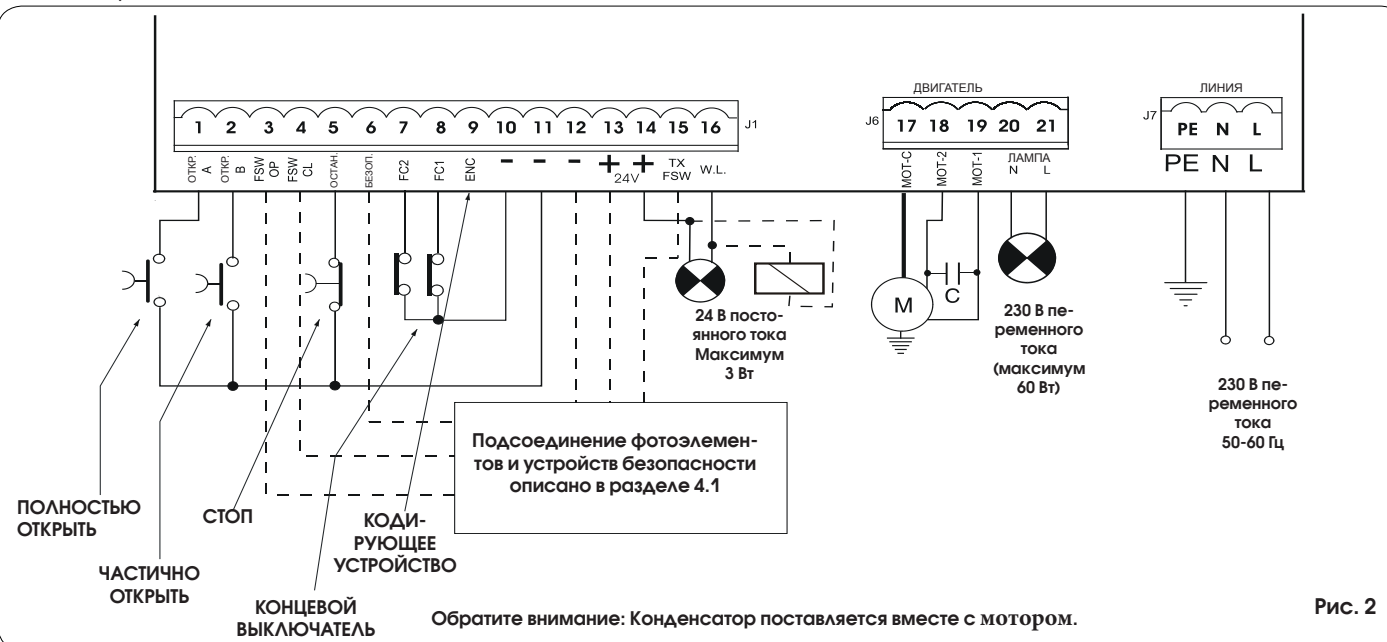

Рис. 2
- Подключите заземляющий кабель к соответствующему контакту разъема J7 на блоке управления (см. рис.2).
4.2 Клеммная панель – Источник питания (Рис.2)
4.3 КП J6 – Двигатели и сигнальная лампа (Рис.. 2)
4.4 КП J1 – дополнительные устройства (Рис.2)
FC1 / FC2- Контакты концевых выключателей открывания и закрывания (входы 7 и 8). Концевые выключатели открывания и закрывания предназначены для того, чтобы установить опорную точку для остановки или для начала замедления (до или после срабатывания концевых выключателей), или для торможения привода (см. расширенное программирование в разделе 5.2). Устройство концевого выключателя должно иметь нормально замкнутый контакт для соединения входа (FC1 или FC2) и вывода оборудования (см. рис. 2) **ПРИВОД ДЛЯ РАЗДВИЖНЫХ ВОРОТ:** правильное подключение концевых выключателей и двигателя описано в разделе 4.6.